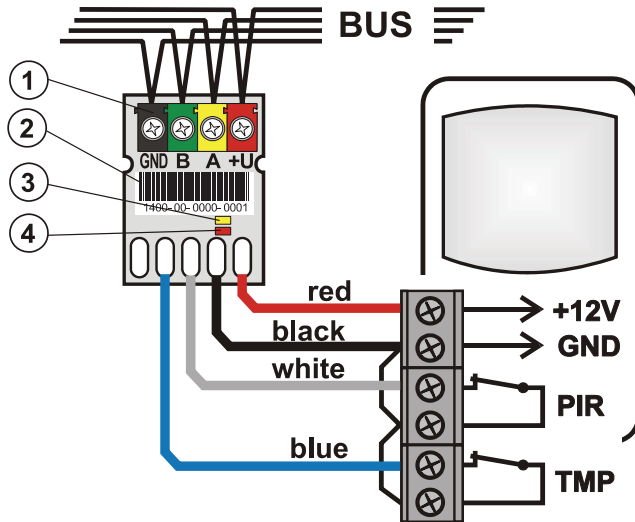

Рисунок: 1 –терминал шины; 2 – код продукции; 3 – желтый светодиод неисправности; 4 – красный индикатор срабатки тревоги или тампера
2. Подключите провода к детектору (показано на рис.1). Соединительные провода не могут быть удлинены.